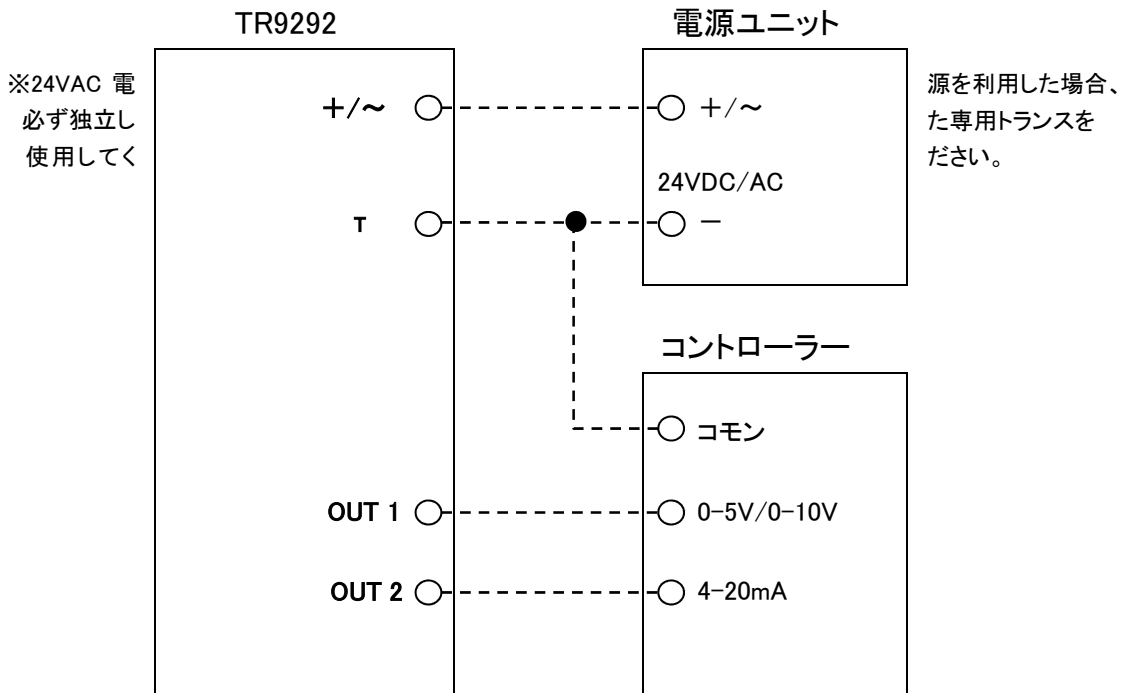
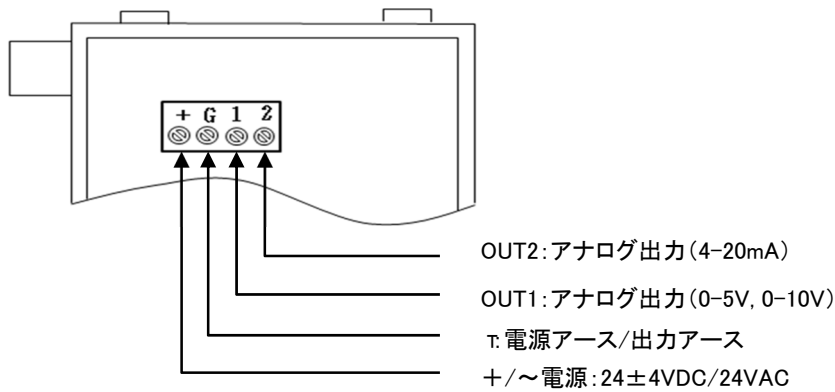

図 5 TR9292 結線図
図 6 TR9292 端子配置図
- ① 変換器の底面のロック爪を押し込みながら、フロントプレートを矢印の方向に引き外します。
- ② 変換器の配線口からケーブルを通し、所定の端子台にケーブルを接続し外れないことを確認します。(下記結線 図5、図6参照)
- ③ 外部の空気が入らないように、配線口のケーブルグランドをしっかりと締めつけて、外気と遮蔽してください。締め付けが緩いと、外気が入り、正確な計測が出来なくなりますので、ご注意願います。(ケーブルグランド: ケーブル仕上がり外径φ6~φ8.5用)
- ④ フロントプレートの上面の2個のひっかけ爪にひっかけてから、本体の底面のロック爪を差し込み、カチッと音がするまで確実ににはめ込みしてください。きちんとはめ込みされていないと、外気が入り、正確な計測が出来なくなりますので、ご注意願います。
- ① プローブのツバにOリングを矢印の方向に挿入します。